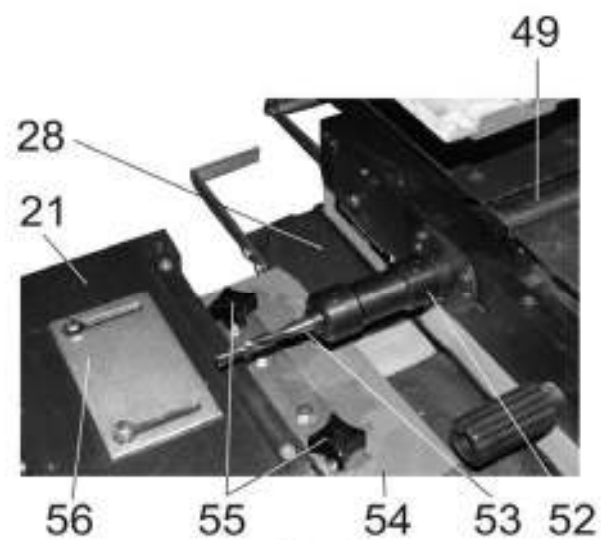

Рис. 11
8.2.9. На фрезерном рабочем столе (28) установите и закрепите фрезерный суппорт (21), Рис.11.
8.3.1. При выполнении фрезерных операций с применением пальчиковых фрез (53) на выступающую часть (шпиндель) строгального вала (49) установите и закрепите специальный фрезерный патрон (52), Рис.11.
8.3.2. В специальный фрезерный патрон (52) вставьте необходимую разрезную вставку (см. комплектность) сквозной прорезью перпендикулярно болту фиксации, установите пальчиковую фрезу (53) и, используя шестигранный ключ (см. комплектность), закрепите пальчиковую фрезу (53), Рис.11.
8.3.4. При выполнении фрезерных операций с применением фрезерной головки (59) или насадных фрез (не комплектуется) необходимо установить ее на выступающую часть (шпиндель) строгального вала (49). Учитывая направление движения, установите и закрепите выше перечисленный режущий инструмент, Рис. 11, 13.
- поворотом ручки фиксации (39) ослабить фиксацию положения фрезерного рабочего стола (28);
- маховиком (41) установить необходимую высоту фрезерного рабочего стола (28);
- маховиком поперечной подачи (37) установить необходимое положение фрезерного рабочего стола (28) относительно фрезерного режущего инструмента;
- установленное положение фрезерного рабочего стола (28) зафиксировать ручкой фиксации (39);
- направляющий упор (56) установить в зависимости от глубины фрезерования / сверления ,Рис. 11.